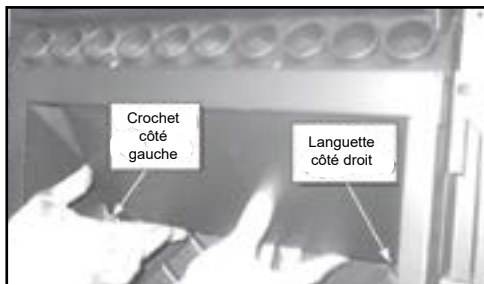
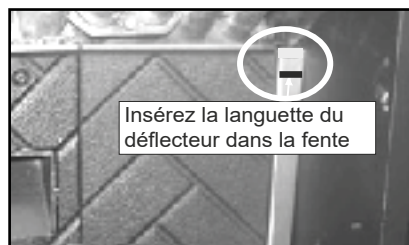
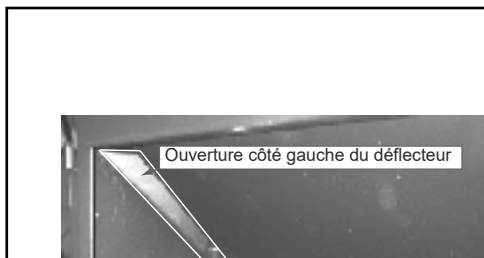

Figure 26.1
Figure 26.2
Figure 26.3
- Enlevez les vis du boîtier qui retiennent le ventilateur de tirage (pas les boulons du boîtier), **figure 26.2** et enlevez le ventilateur de tirage. Le ventilateur de tirage de remplacement est livré avec un boîtier. Si vous n'avez pas besoin du boîtier, jetez-le. Si vous avez besoin de remplacer le boîtier, vous devrez aussi remplacer le joint (**Les références des pièces de rechange figurent à la page 29**).
- Enlevez le panneau d'accès gauche, puis sortez le panneau latéral gauche du poêle en le faisant glisser pour exposer le ventilateur de convection. Desserrez l'écrou à oreilles sur l'interrupteur à vide et enlevez ce dernier pour pouvoir enlever le ventilateur (**Figure 26.3**).
2. Le haut déflecteur a un crochet sur le côté gauche du bas qui repose sur le rebord supérieur de la fonte de la brique. Il y a un onglet sur le côté inférieur droit que les crochets sur le côté du support. Retirer le bouchon déflecteur en premier tirant sur le déflecteur vers l'avant jusqu'à l'arrière de bord s'abaisse. Puis faites glisser le déflecteur arrière jusqu'à ce que le bord avant efface le plateau qu'elle avait été mise au repos (**Figure 26.1, Figure 26.2 et Figure 26.3**).